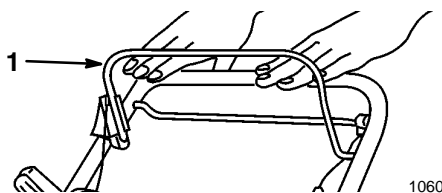

Figure 11
2. Lâcher la barre de commande de lame (Fig. 11). Le moteur et la lame doivent s'arrêter. S'ils ne s'arrêtent pas, consulter immédiatement le vendeur.